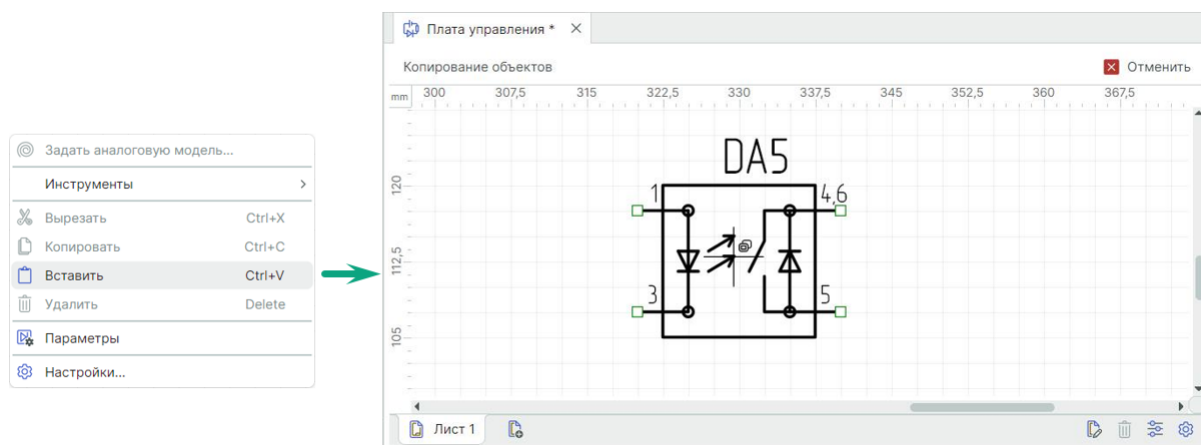

Рис. 212 Инструменты «Вставить» для объектов
3. Вставьте объекты с помощью пункта «Вставить» контекстного меню или воспользуйтесь сочетанием клавиш «Ctrl+V». Объекты будут вставлены, см. Рис. 212.